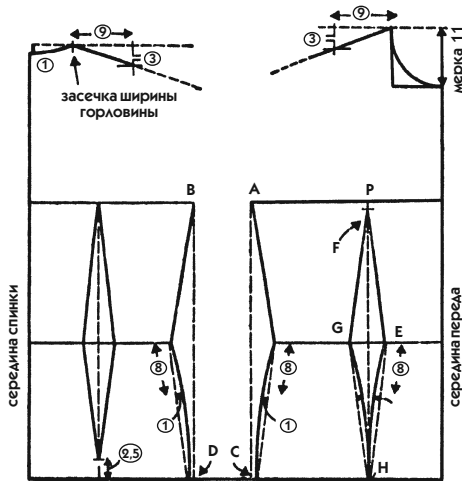

Рис. 10
- Наклонными линиями по линейке соедините сначала ширину, обозначенную на груди (точки А и В на рис. 10), с концами линии талии.
- Отметьте на пунктире срединной линии вытачки точку на расстоянии 2,5 см выше линии бедер. Проведите такие же косые линии вниз, как показано на рис. 10.
- Точку Р на линии груди соедините прямой линией с точкой Е, которую вы ставите на линии талии в соответствии с рис. 10 (точки Е и G обозначают ширину распах вытачки от талии переда).
- Обозначьте необходимую ширину на горизонтальном пунктире, проведя четкую вертикальную черточку, как на рис. 10 (6 см).
- На переда и спинке от точки, обозначающей ширину горловины, отмерьте по горизонтальному пунктиру 9 см (см. рис. 10).
Верхняя вытачка груди отходит от наиболее выступающей точки груди (Р) и направляется к плечевому срезу наклонно, приближаясь к руке. Она всегда должна идти к плечу, продолжая вытачку от талии, и в этом случае получается **линия классического рельефа**, или рельефа «бретель». Точка Р отмечена на чертеже раньше (половина мерки № 10) и служит отправной точкой для черчения вытачки на талии (вернитесь к рис. 10).
- На линии плечевого среза отметьте конечную точку первой линии верхней вытачки. Для этого отложите горизонтально (пунктир на рис. 10) от срединной линии переда отрезок, равный половине мерки № 10 (21 см) с прибавлением 3 см ( $10,5 + 3 = 13,5$  см).